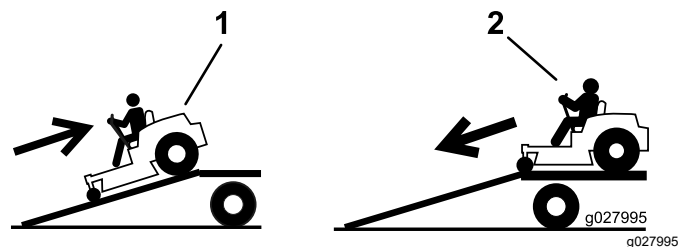

Figura 33
4. Risalite in retromarcia la rampa (Figura 33).
2. Scendete dalla rampa in marcia avanti (Figura 33).